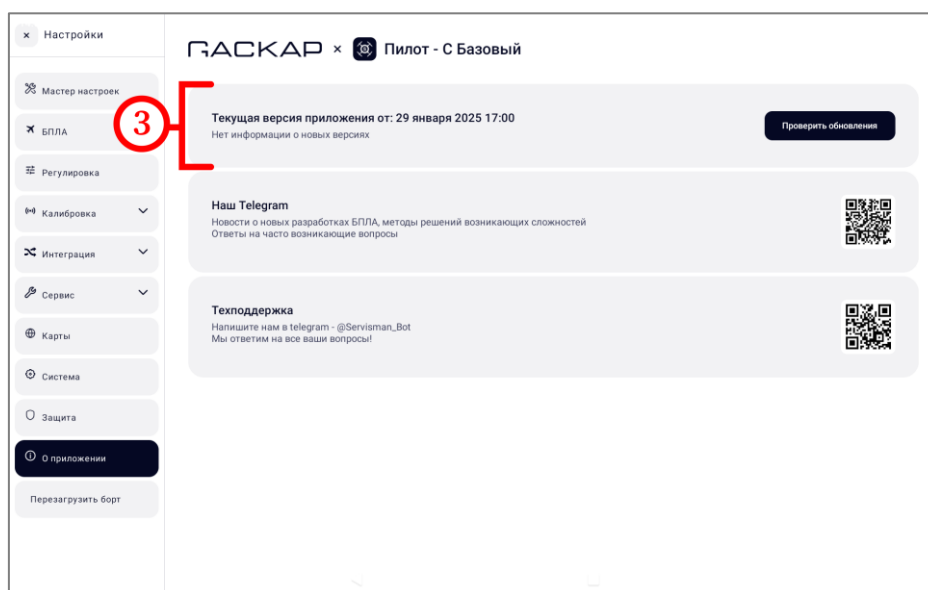

Рисунок 56
- убедиться, что в окне раздела присутствует экранная форма обновления приложения (рисунок 56, шаг 3);